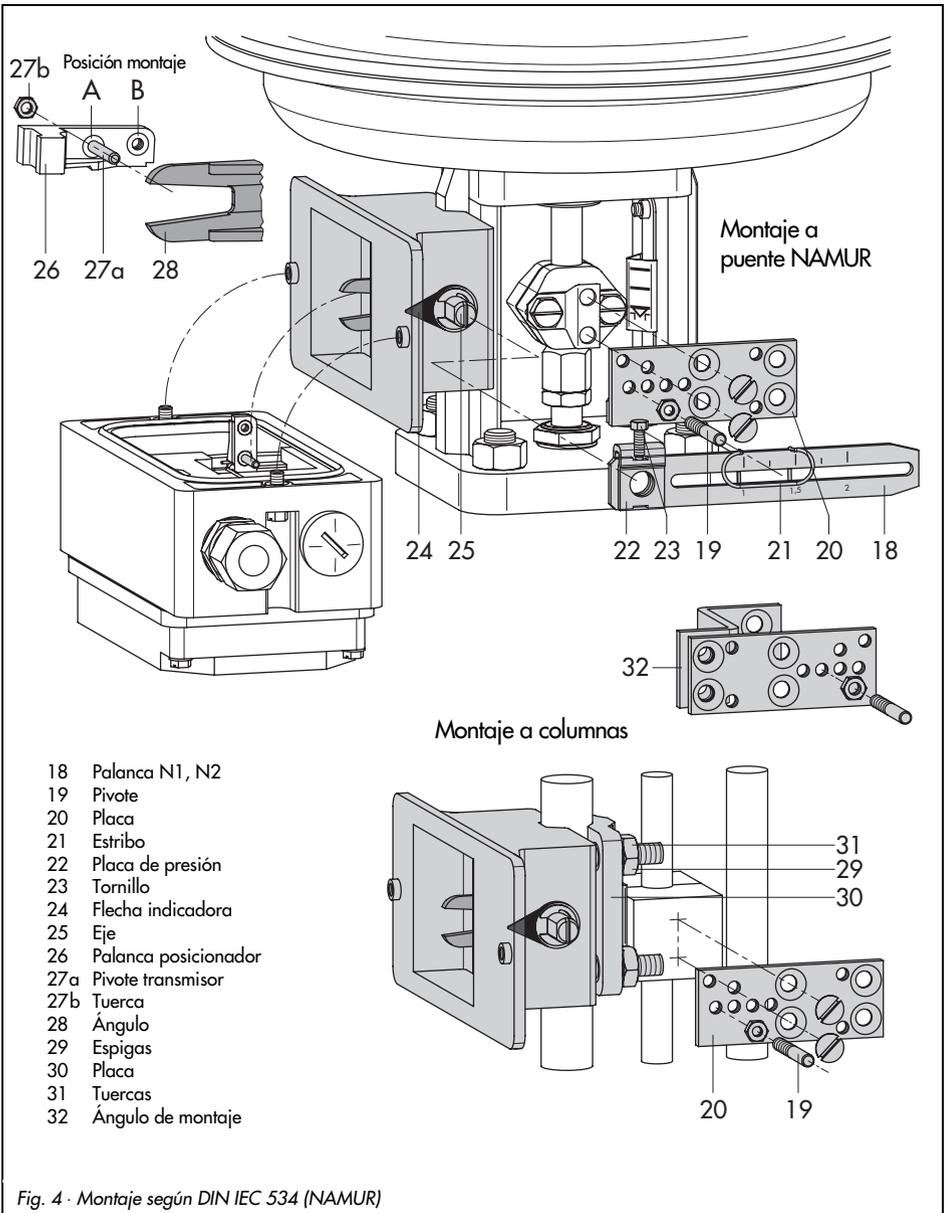

Fig. 4 - Montaje según DIN IEC 534 (NAMUR)
Para el montaje se requiere un adaptador y se efectúa según la fig. 4. La carrera de la válvula se transmite a través de la palanca (18) y del eje (25) al ángulo (28) del adaptador y de allí al pivote (27) de la palanca del actuador.